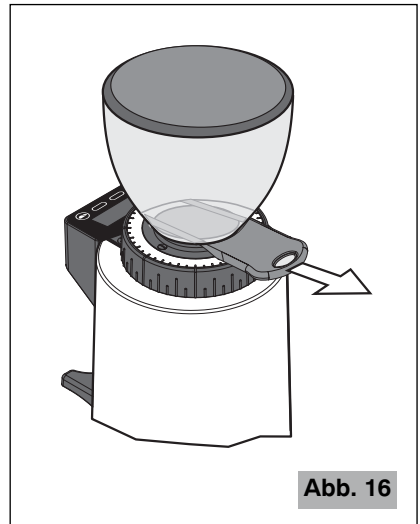

Abb. 16
**⚠** Vergewissern Sie sich, dass der Kaffeebohnenbehälterverschluss des Kaffeebohnenbehälters vollständig bis zum Anschlag offen ist (letztes Einrasten) (siehe Abb. 16).